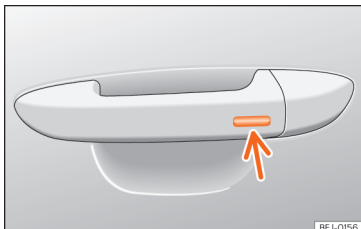

Abb. 112 Türgriff: Sensorfläche.
- Halten Sie einige Sekunden lang einen Finger über die Verriegelungssensorfläche »» Abb. 112 (Pfeil) am Türgriff, damit das Dach geschlossen wird. Wenn Sie die Sensorfläche nicht mehr berühren, wird die Schließfunktion unterbrochen.